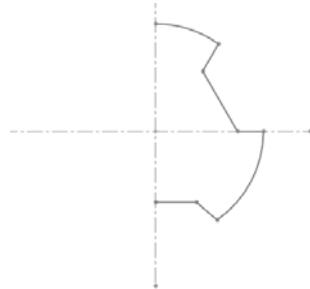

图 2-100 绘制草图
**04** 绘制草图。单击“草图”工具栏中的“直线”图标按钮 $\text{L}$ 和“圆”图标按钮 $\text{C}$ ，绘制如图 2-100 所示的草图。